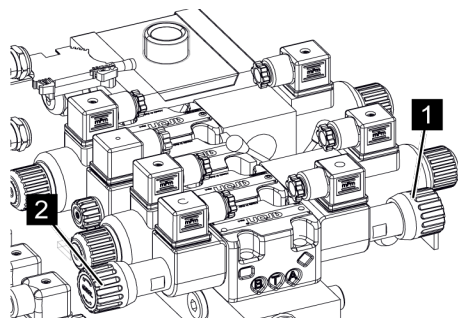

Fig. 93: Activer la fonction
6. → Pour la **commande des appuis**, tourner la vanne (Voir la Fig. 93/1) à fond dans le sens des aiguilles d'une montre.
Pour la **commande de la plateforme**, tourner la vanne (Voir la Fig. 93/2) à fond dans le sens des aiguilles d'une montre.
**i** Ne tourner toujours qu'une seule vanne (Voir la Fig. 93/1 ou 2). L'autre doit toujours être dévissée.